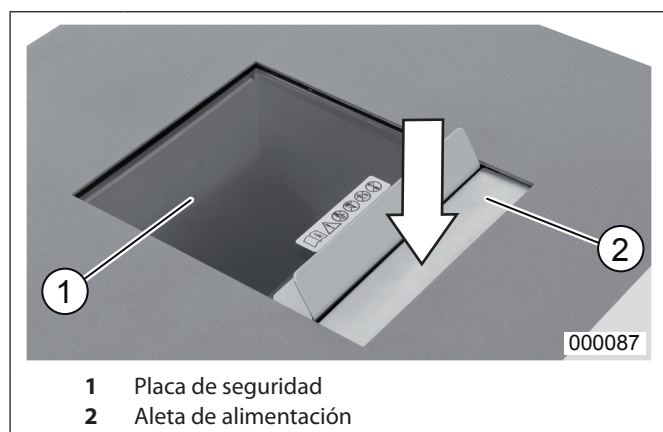

Fig. 2 Bandeja de inserción intimus FlashEx
Se ilumina si la puerta del armario de base o la placa de seguridad está abierta (Fig. 2/1).
① = **placa de seguridad (Fig. 2/1)**
② = **aleta de alimentación (Fig. 2/2)**
1. Abra la placa de seguridad (Fig. 2/1).